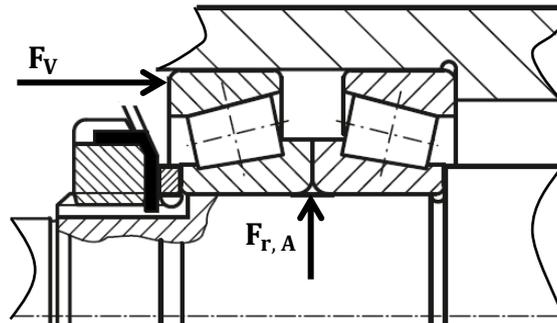

Abbildung 2-5: Benötigte Vorspannkraft  $F_V$  durch die Radialkraft  $F_{r,A}$
Durch die radiale Belastung schräg zum Druckwinkel  $\alpha$  der Kegelrollenlager (1) entsteht eine in axialer Richtung wirkende innere Kraft, die durch die äußere Vorspannkraft  $F_V$  des Lagerdeckels A (5) ausgeglichen werden muss (vgl. Abbildung 2-5). Die Radialkraft  $F_{r,A}$  verteilt sich gleichmäßig auf die Kegelrollenlager. Welchen Betrag hat die Vorspannkraft mindestens, damit die einreihig zusammengepassten Kegelrollenlager fixiert werden?